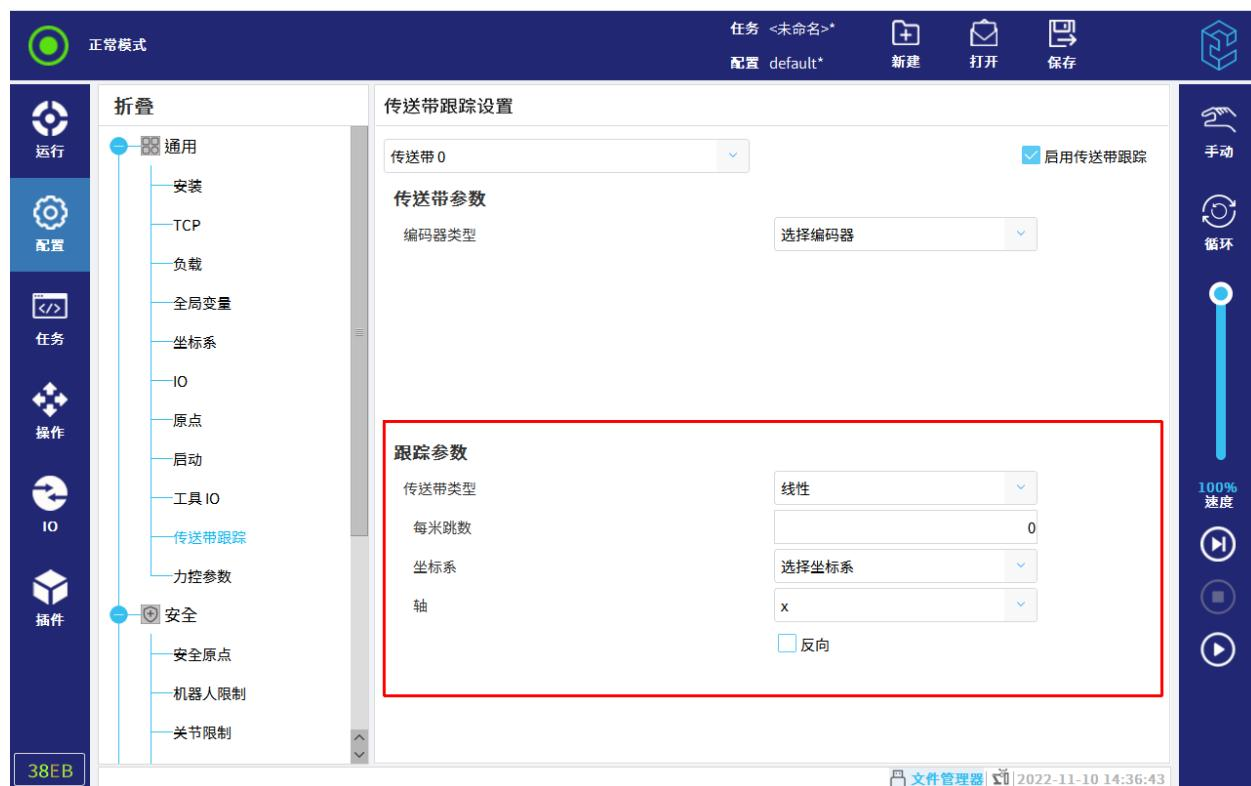

图 11-20 设置跟踪参数
5. 设置“跟踪参数”，选择“传送带类型”为“线性”或者“圆形”，如图11-20所示。